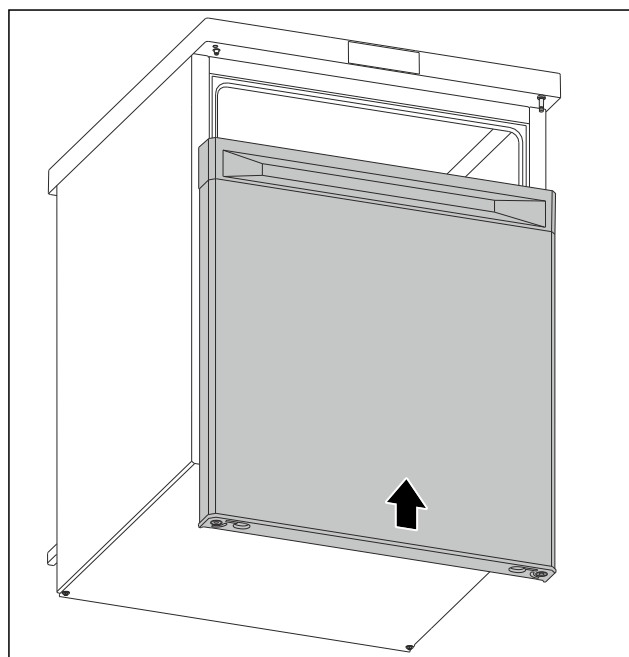

Fig. 15
- V zavřeném stavu nasadte dvířka na horní čep. (viz Fig. 15)